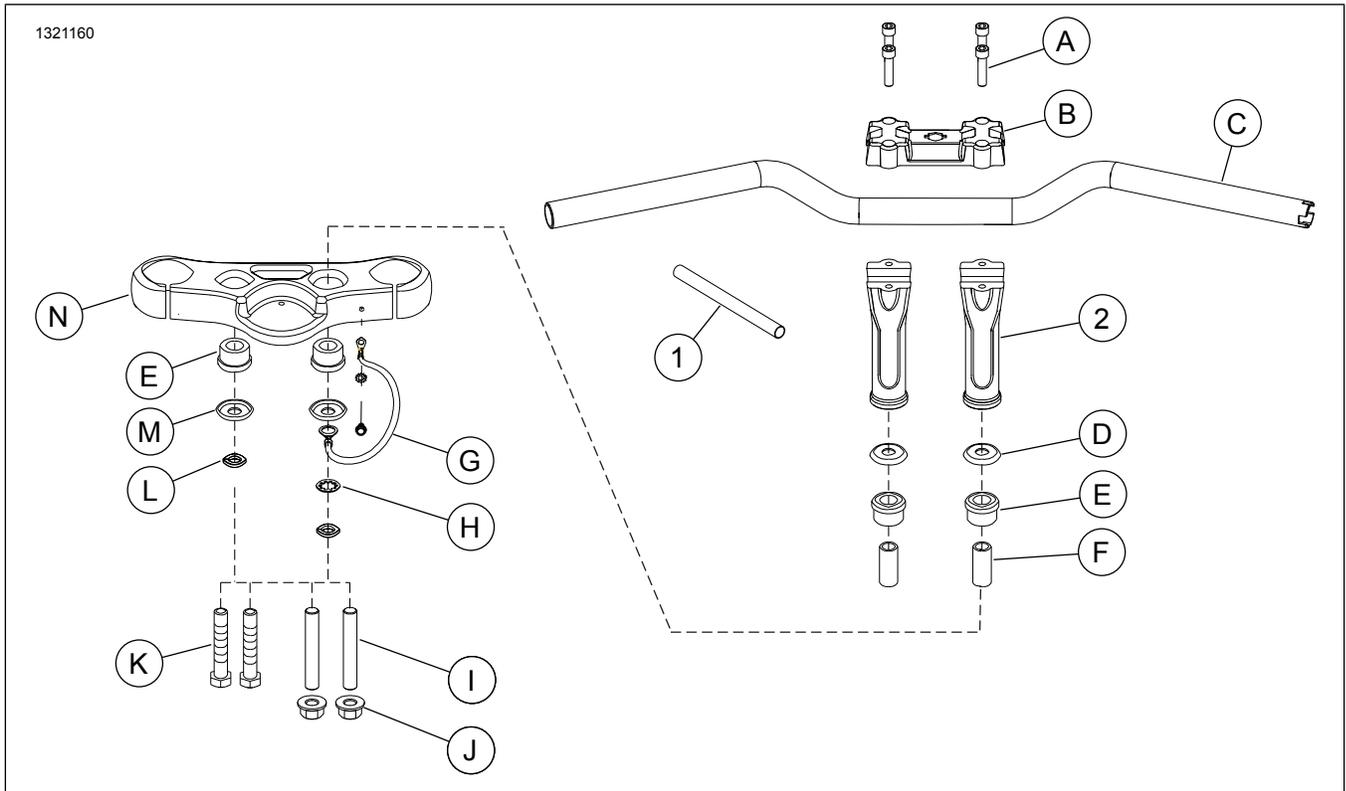

Figure 1. Liste des pièces de rechange : Kits rehausseurs hauts
- Aligner les composants comme indiqué dans Figure 1.
- Poser les vis des supports de guidon (K). Ne pas serrer les vis pour l'instant.
- Voir Figure 1. Installer sans trop serrer la bride de support de guidon (B) sur le guidon et les supports de guidon, la Bar & Shield faisant face au pilote.
- Voir Figure 1. Enduire de frein filet les vis de montage des supports.
- Retirer une vis de support de guidon (K).